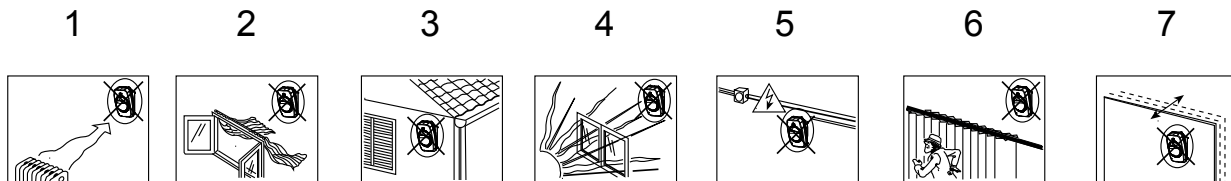

Fig. 3 – Indicazioni generali
3. INSTALLAZIONE**3.1 Guida Generale (vedere fig. 3)**